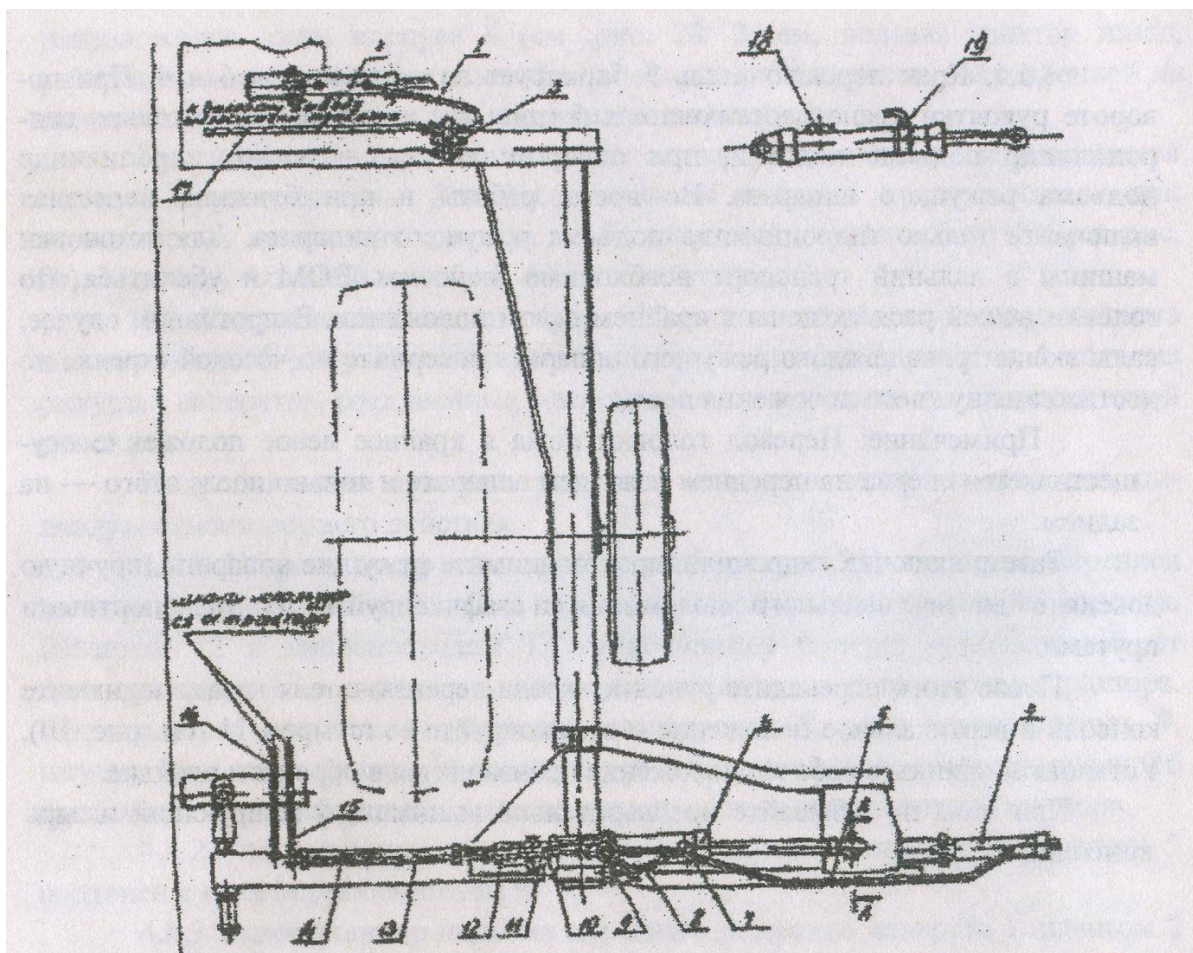

Рис. 21 Гидросистема
4.6. Гидросистема машины (рис. 21) состоит из гидроцилиндра подъёма консоли заднего режущего аппарата 6 и двух гидроцилиндров 1 и 4 подъёма режущих аппаратов, соединённых маслопроводами и шлангами с гидросистемой трактора.
4.6.1. Гидроцилиндр подъёма консоли 6 (см. рис. 21) шарнирно закреплён на кронштейне рамы машины, а его шток шарнирно закреплён на консоли. Шлангом 12 и маслопроводом 13 гидроцилиндр 6 через используемый от трактора шланг 15 соединён с одним из задних выводов гидросистемы трактора. Штуцер этого гидроцилиндра через маслопровод 8, кран переключатель 9, штуцер 10 и маслопровод 14 также через
5.1.12. Установите на каждый гидроцилиндр подъёма режущего аппарата хомут 19 (см. рис. 21) и сапун 18, предварительно сняв заглушки с выводных отверстий гидроцилиндров.
5.1.13. Установите на переднем кронштейне рамы кронштейн с разрывной муфтой 3 (см. рис. 21).
5.1.14. Снимите предохранительные пробки со свободных штуцеров разрывной муфты и гидроцилиндра подъёма консоли и с маслопроводов. Присоедините к этим штуцерам тракторные шланги 17, 16 и 15 (см. рис. 21).